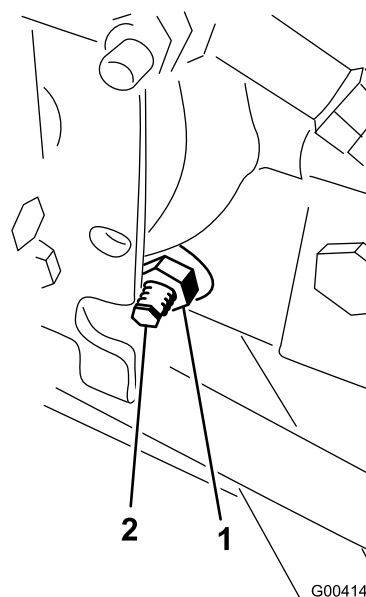

Figura 83
3. No lado direito do hidrostato, solte a porca de bloqueio no excêntrico de ajuste da tração (Figura 83).